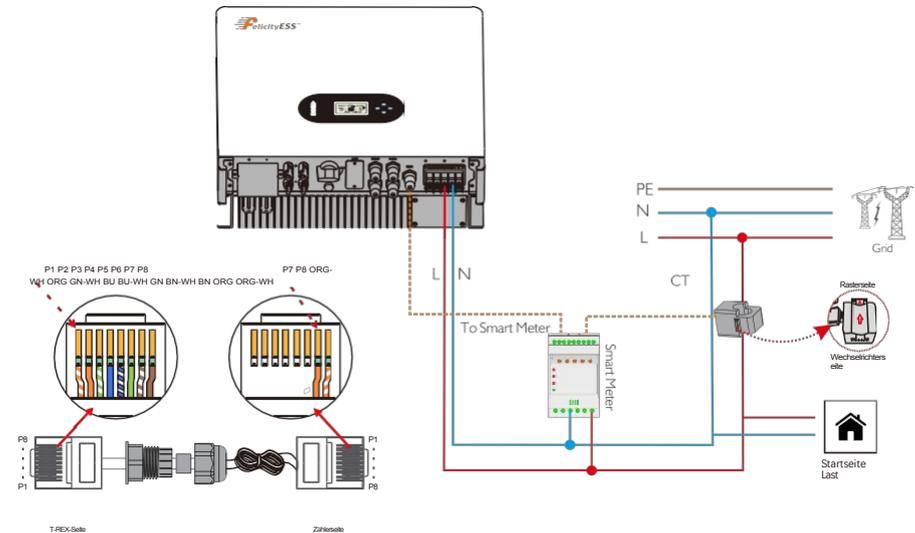

Abbildung 4.4-4 Smart-Meter-Anschluss
**Hinweis: Das Kabel sollte wie in Abbildung 4.4.4 dargestellt verlegt werden.**
Vergewissern Sie sich, dass Messgerät und Stromwandler zwischen den Hauslasten und dem Netz angeschlossen sind, und folgen Sie dem Richtungszeichen des Smart Meter auf dem Stromwandler, siehe Abbildung 4.4-4.